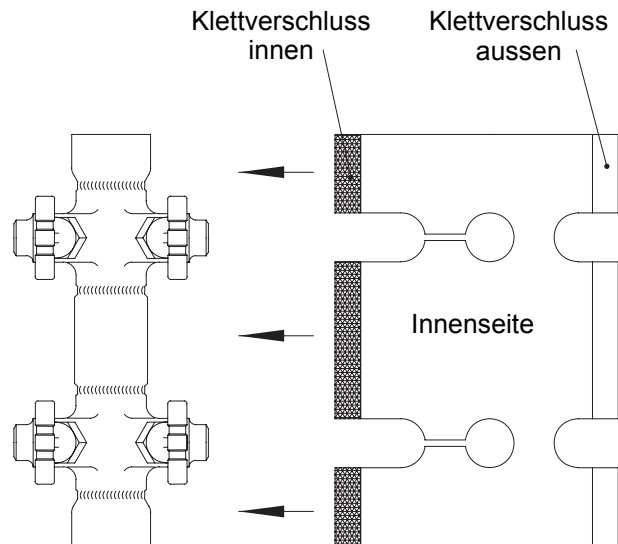

Bild 6: Grundisolierung
- **Grundisolierung** (Bild 6) bei bereits an der Trägerkonstruktion befestigten CODI® zwischen Gehäuse (Pos. 1) und Trägerkonstruktion schieben.